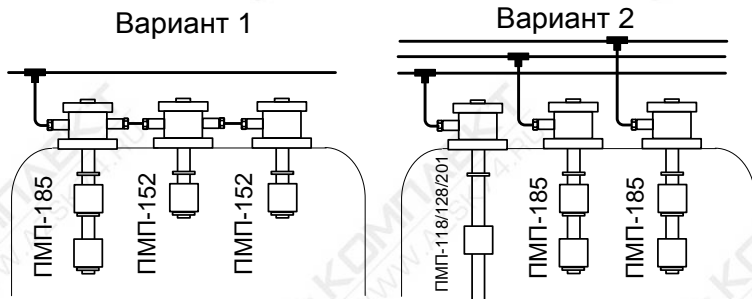

Рисунок 14
**в) Тройное дублирование (рисунок 14):**